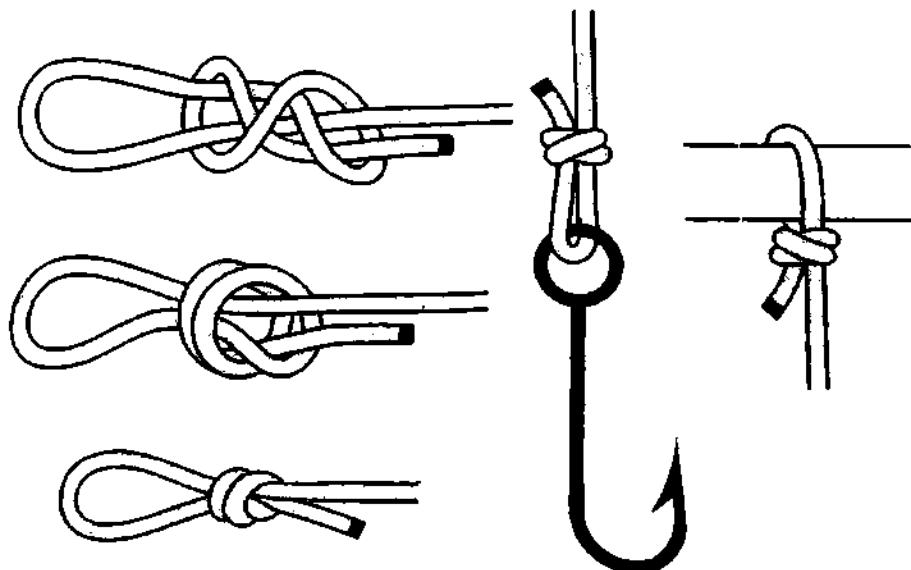

Рис. 365. *Браконьерский узел.*
*Браконьерский узел – это скользящий кровавый узел, то есть бегущий двойной простой узел (рис. 365). Узел хорошо держит нагрузку, сохраняя более 60% от полной прочности верёвки. Испокон веков эта петля использовалась охотниками как силковый узел для ловли птиц и зверей. Моряки им вязали сложенный парус или использовали вместо *удавки*, когда было необходимо выловить упавший за борт предмет. Рыбаки этим узлом привязывают крючки к леске – он у них называется *затягивающимся узлом*. Браконьерским узлом можно крепко связать руки.*